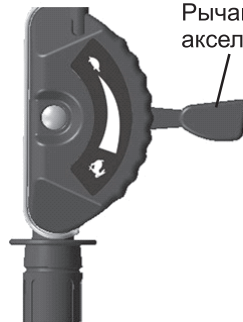

Рис. 15
4. Установить рычаг управления дроссельной заслонкой в среднее положение (Рис. 15).
- Отрегулируйте обороты двигателя рычагом акселератора (рис. 15).
- Переместите рычаг акселератора до конца, в сторону уменьшения оборотов двигателя (рис. 15).